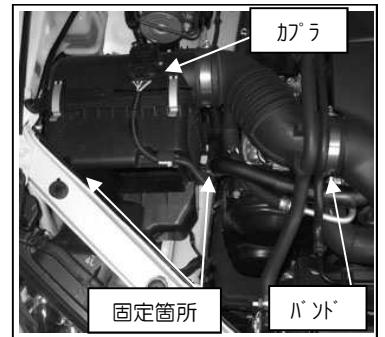

図2
- ③純正クリーナーBOXを固定しているボルト2箇所、サクションホースのバンドを取り外し純正クリーナーBOXを取り外します。図2参照
- ④純正クリーナーBOXからエアフロセンサを取り外します。